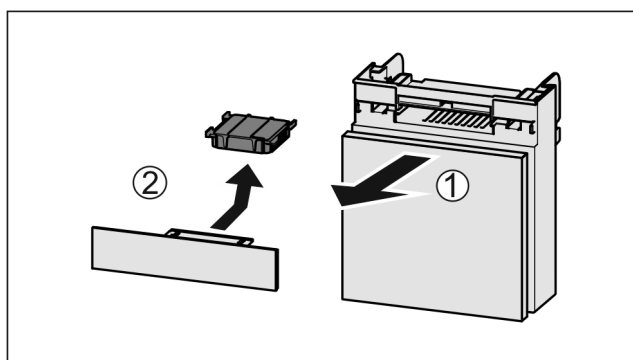

Fig. 72
- ▶ Издърпайте Fig. 72 (1) напред отделението.
- ▶ Извадете Fig. 72 (2) филтъра с активен въглен.